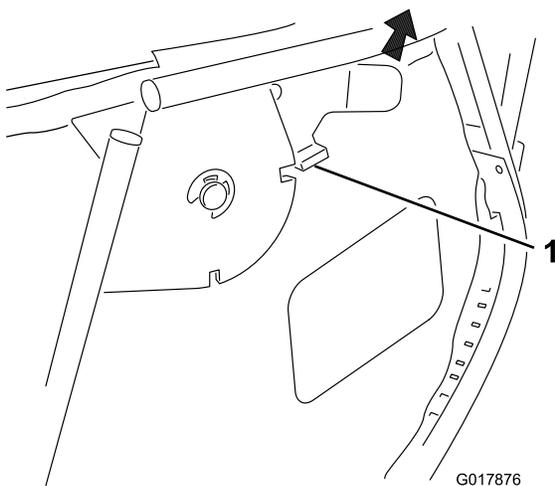

Figure 16
1. Ouvrez le verrou (Figure 16).